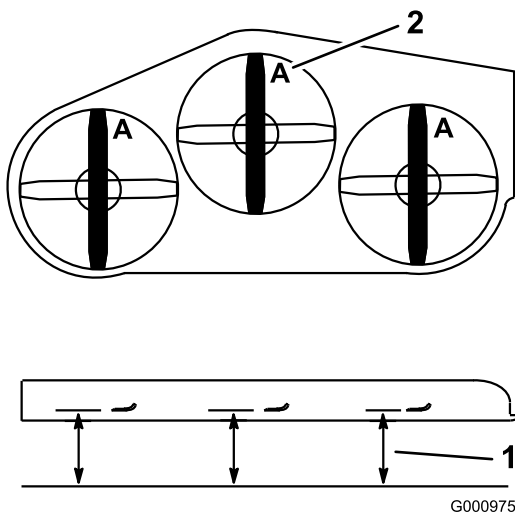

Figure 61
3. Tournez les lames dans le sens longitudinal (Figure 61). Mesurez la distance entre la surface plane et le tranchant (position A) des lames (Figure 61). Notez cette valeur.